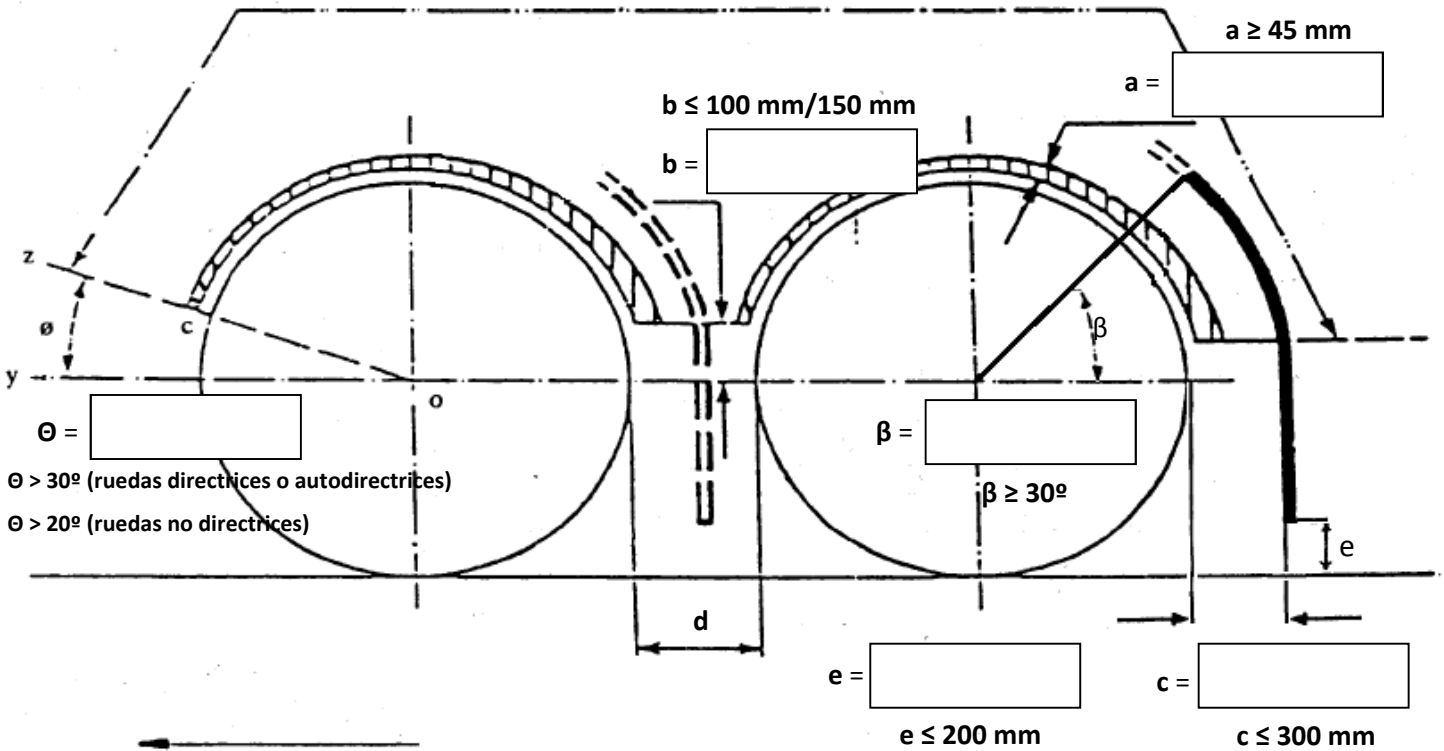

Figura 5
**CASO A con ejes múltiples: figura 5**